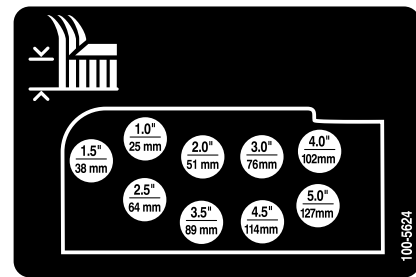

Figura 23
- Monte as correntes da altura de corte no orifício da altura de corte desejada com o perno de gancho e pino de segurança (Figura 23).